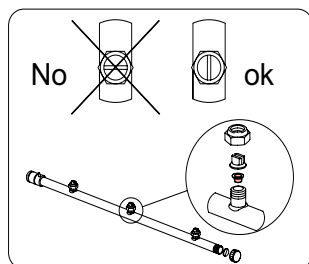

fig. 29
- Estrarre i bracci di lavaggio/risciacquo e pulire accuratamente gli ugelli, i filtri a cupola degli ugelli di risciacquo sotto acqua corrente (rimontarli correttamente - vedi fig. 29).